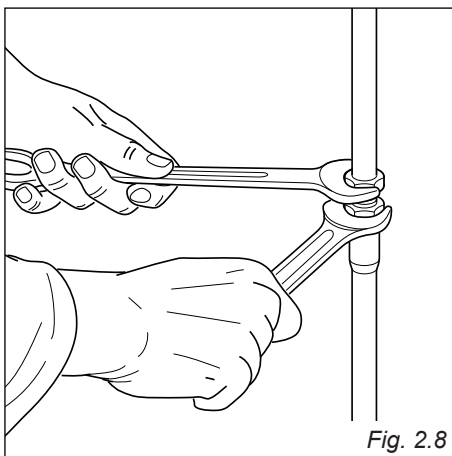

Fig. 2.8
- Pour le vissage des pièces, prenez la précaution d'utiliser 2 clefs (fig. 2.8).